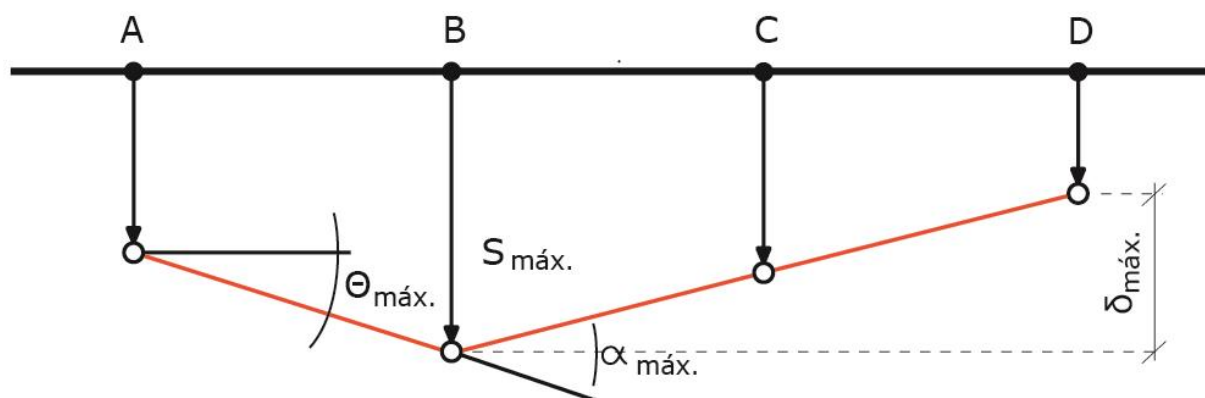

Figura 51: Representação das variáveis de movimento de fundações
A NBR 6122 nomeia algumas letras como parâmetros de estudo para o movimento de fundações que devemos conhecer. São eles (Figura 51):
- δs : recalque ou levantamento diferencial entre dois pontos da estrutura (observe na Figura 51 o $\delta_{\text{máx.}}$);
- ✓ Esclarecendo: a rotação relativa é o ângulo entre uma linha de referência (por exemplo, a linha original que liga os pontos AB da sapata na Figura 51) e a nova linha dessa mesma estrutura.